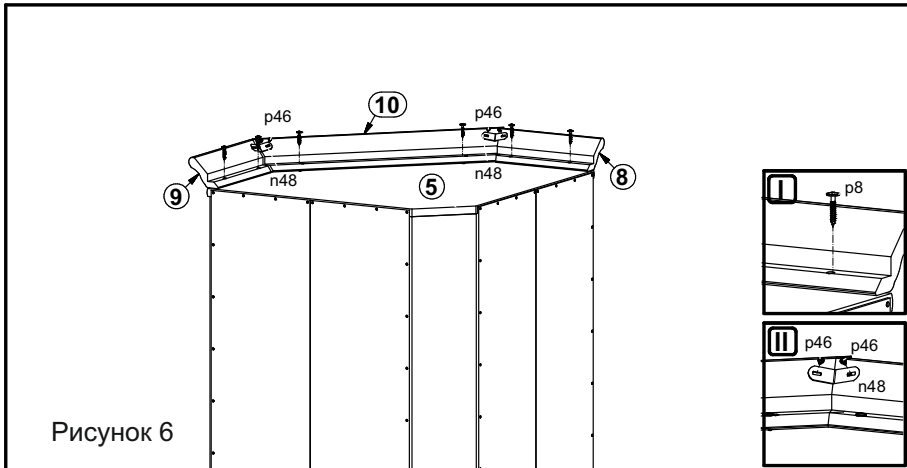

Рисунок 6
12. Соединить планки декоративные из МДФ **8, 9, 10** между собой с помощью уголков **n40** и шурупов **p46**, а затем закрепить на щите верхнем **5** шурупами **p8** (см. рис. 6).